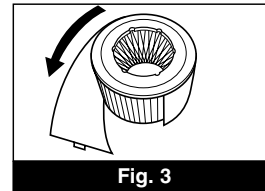

Fig. 3
Paso 7: Enrolle cuidadosamente el prefiltro alrededor del filtro HEPA de modo que los extremos queden juntos (Fig. 3). Una los extremos con el sujetador provisto.